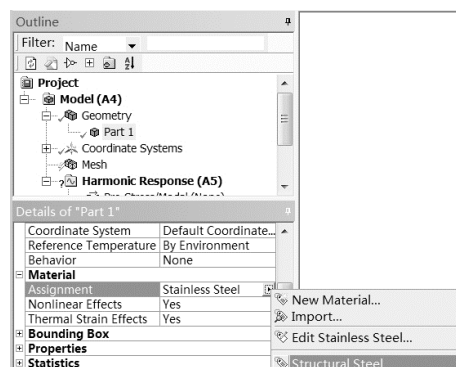

图 7-64 更改材料
Step3 :单击 Details of “Solid” 栏中 Assignment 项后的 按钮,如图 7-64 所示,选择 Stainless Steel。